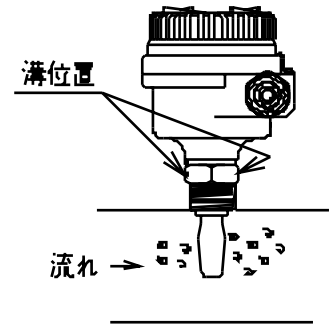

図7 . 流れに対する取付
- (2) 配管など流れのある場所での垂直取付は、センサフォーク部のギャップが流れに対し平行になるよう取り付けてください。(図7参照)